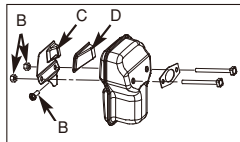

Bild. 17B
- Entfernen Sie die 2 Schrauben, mit denen die Abdeckung festgehalten wird (C). (Bild. 17B)
- Entsorgen Sie das verbrauchte Funkengitter (D) und setzen Sie ein neues Gitter ein.